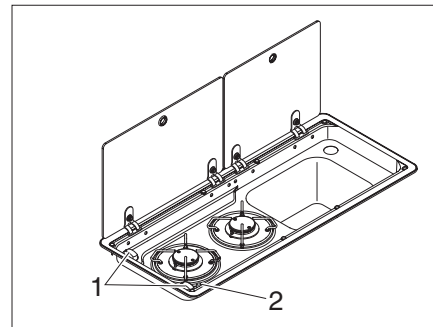

Bild 85 Reglage, knappar för gasspis
- ▶ Vrid vridregulatorn (Bild 85,1) till önskad låga till tändningsläge (stor låga).
- ▶ Skapa en gnista genom att trycka på tändningsknappen (Bild 85,2) (bara CVD540/600).
- ▶ Ställ vridregulatorn (Bild 85,1) på 0-läget. Flamman slocknar.